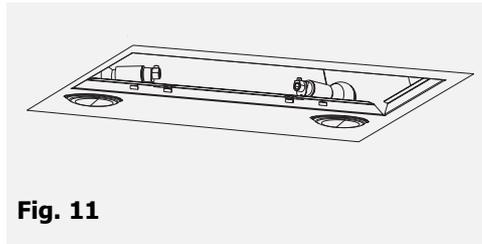

Fig. 11
2. Dévissez puis changez l'ampoule E14-40W (fig. 11).